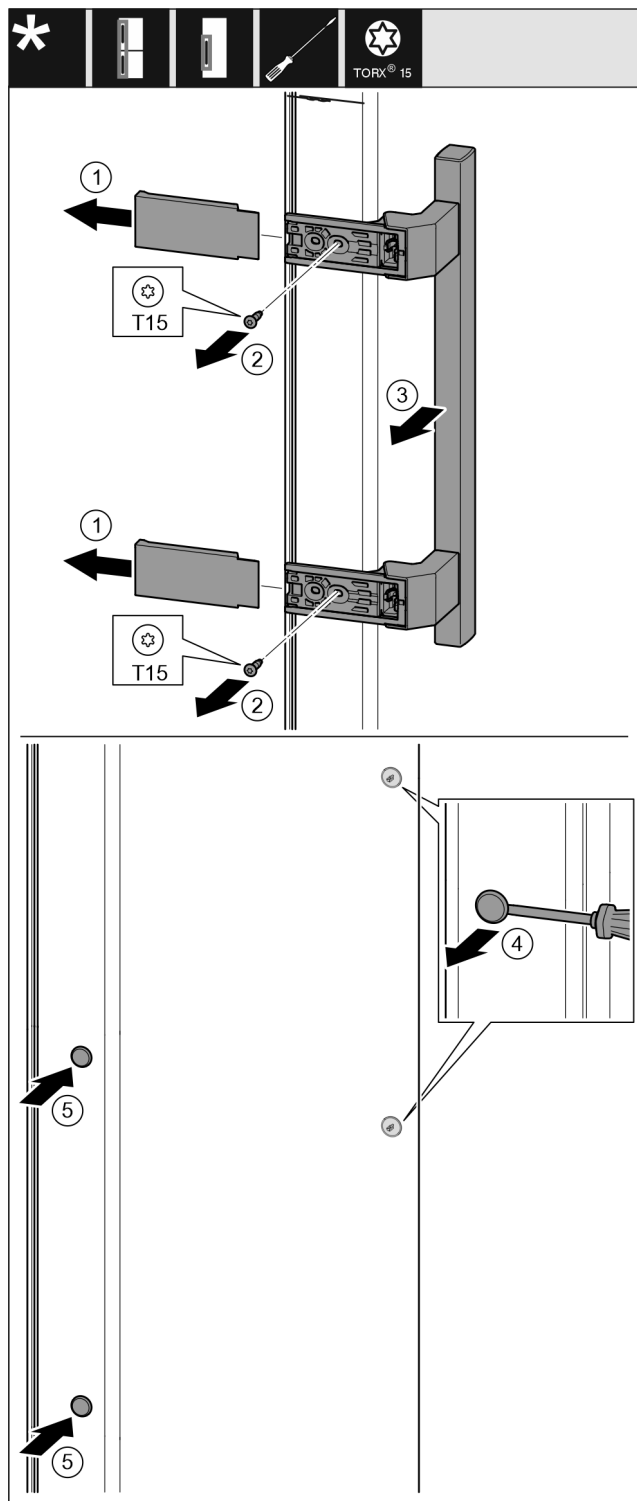

Fig. 10
- Dra bort skydd. Fig. 10 (1)
- Skruva ur skruvar med skruvmejsel Torx 15. Fig. 10 (2)
- Ta av handtag. Fig. 10 (3)
- Använd den spårskruvmejsel och lyft försiktigt pluggen på sidan och dra ut den. Fig. 10 (4)
- Sätt in pluggen på andra sidan igen. Fig. 10 (5)